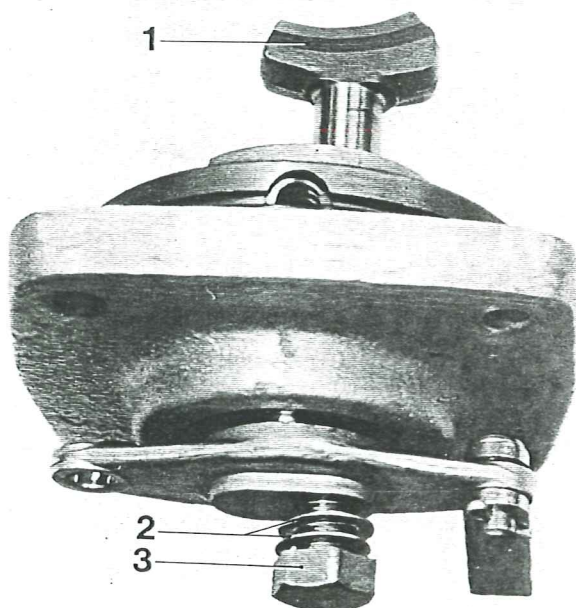

Fig. 23
4. Montera fjäder och glidsko (56) samt O-ring (67) stryk permatex på anliggningsytorna. Skruva fast manövermekanismen i växelhuset så att skruven (61) i locket (54) blir förskjutet åt styrbord. Se fig 23.
5. Ställ manövermekanismen i neutralläge och tag bort samtliga justermellanlägg (62) under skruven (61). Axeln (43) kommer nu inte att kunna vridas runt. Lägga härefter dit ett mellanlägg i taget tills axeln kan vridas runt utan motstånd. Efter injusteringen skall tätningsmedel strykas på mellanlägg och skruv och därefter sker slutlig monterning.